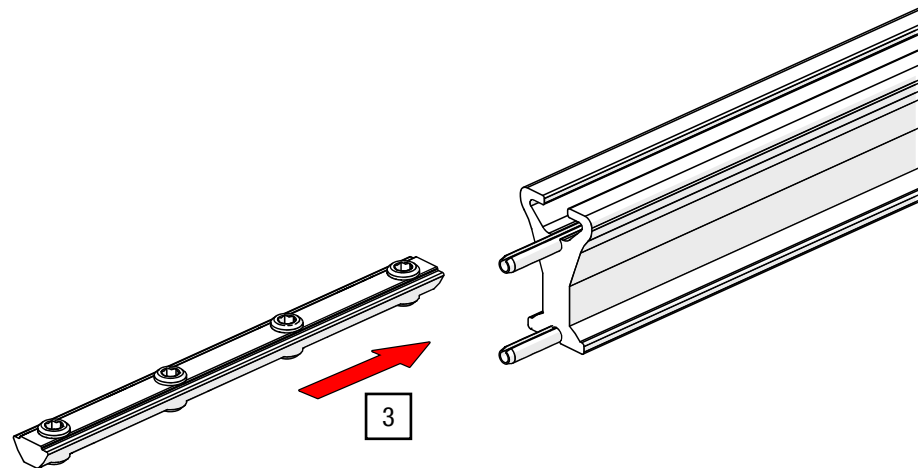

Abb. 18: Schienenverbinder – Einschieben in Schiene
3. Schieben Sie den Schienenverbinder vollständig in den Nutenkanal eines Schienenteils (siehe Abb. 18).